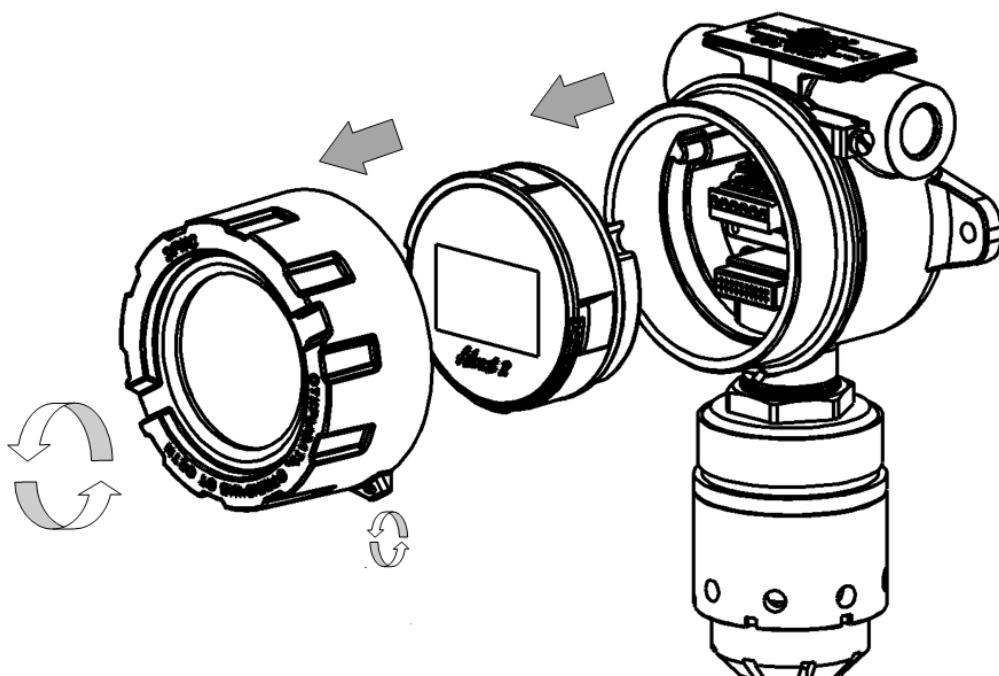

Рисунок 14 – Схема разбора Advant 2
- Открутить стопорный винт в крышке газоанализатора (рис.14).